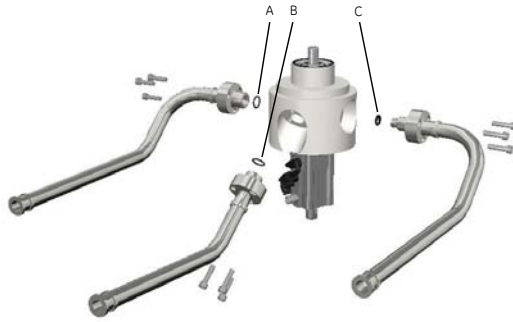

Figura 5.69: A: o-ring ingresso impasto semiliquido, B: o-ring ingresso/uscita inferiore fase mobile, C: o-ring ingresso risciacquo
- 7 Rimuovere i 3 tubi e i relativi o-ring dal corpo della valvola di gestione della fase mobile (fare riferimento alla Figura 5.69):
- Ingresso impasto semiliquido (A),